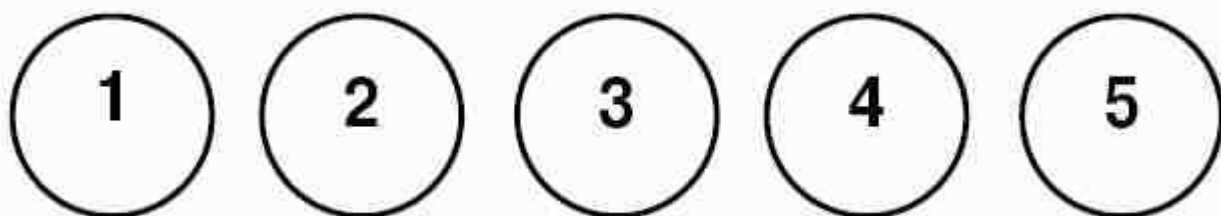

Рисунок 2 - Разметка участка дороги для калибровки прибора
- Выберите на дороге сухую и чистую полосу длиной приблизительно 3 м и шириной 1,5 м, разделите на 5 участков и сделайте разметку мелом (рис.2).